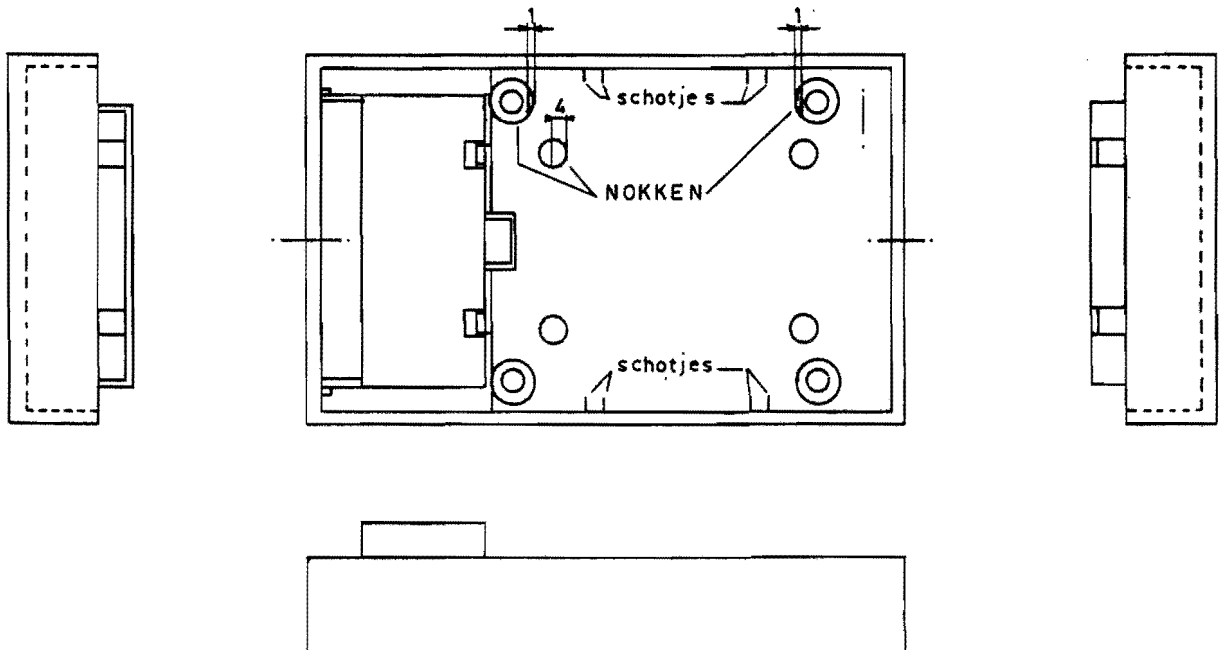
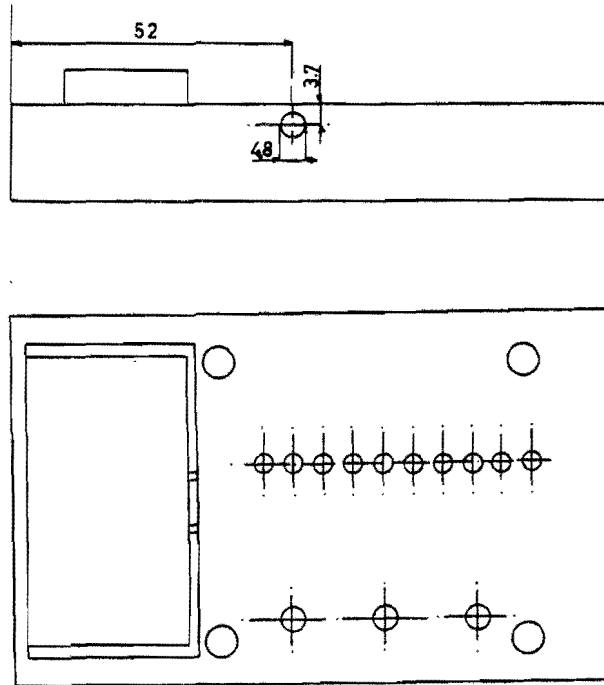
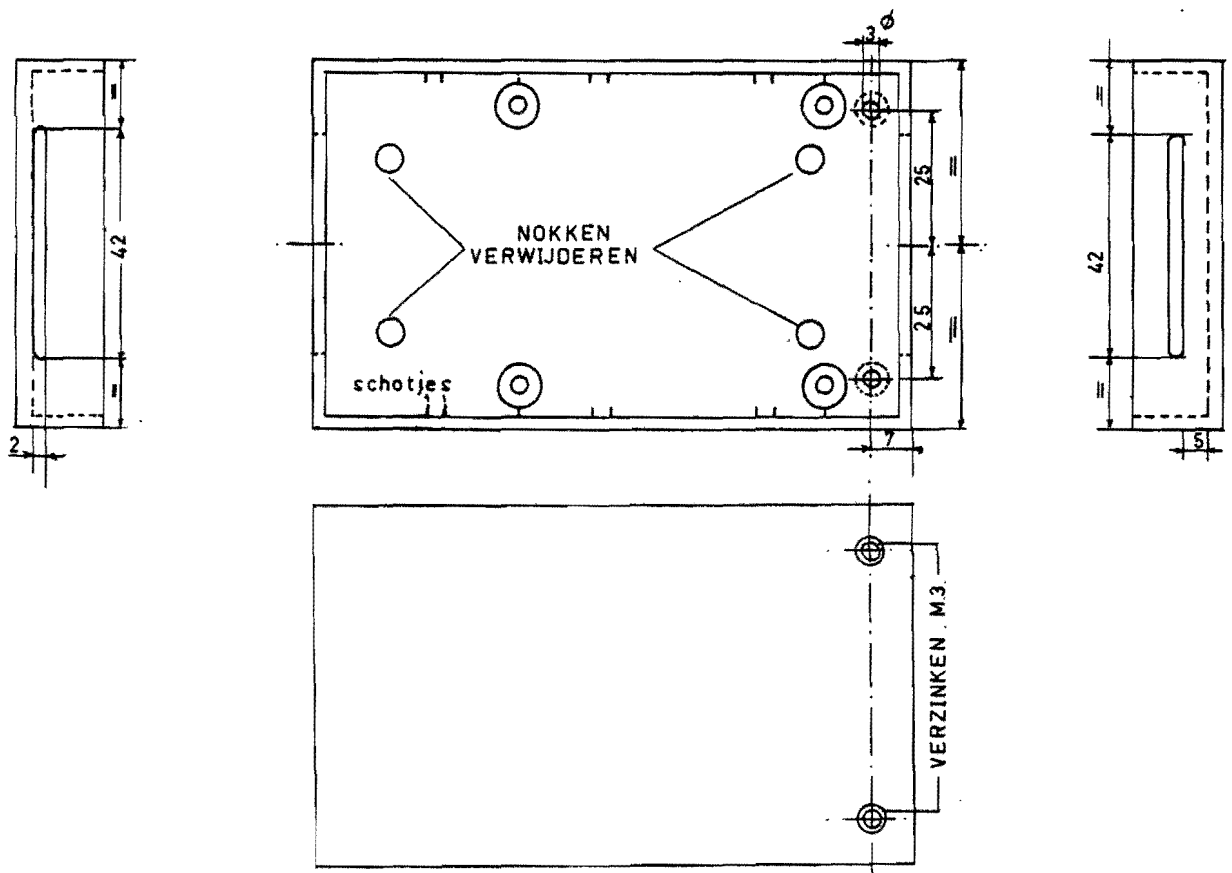

Fig. 2a Wijzigingen aangebracht in de bovenste helft van de behuizing (de helft met het batterijvak).
Fig. 2b Boorplan bovenste helft van de behuizing (de helft met batterijvak).
Fig. 3 Wijzigingen aangebracht in de onderste helft van de behuizing (de helft zonder batterijvak).
Ten eerste dienen de wijzigingen, zoals aangegeven in fig. 2a te worden aangebracht.
Ten derde moeten de wijzigingen, zoals aangegeven in Fig. 2b en fig. 3 worden aangebracht.
Het betreft dus de volgende wijzigingen in de bovenste helft van de behuizing (met batterijvak, zie fig. 2a en 2b) en in de onderste helft van de behuizing (zonder batterijvak, zie fig.3).
- bij fig. 2a: de aangegeven nokken aanpassen.
- bij fig. 2b: de gaten volgens de tekening kunnen het beste geboord worden wanneer de bijgeleverde boormal in de behuizing is gemonteerd. Zie bijlage 10.
- bij fig. 3 : twee sleuven frezen, de vier nokken en de schotjes verwijderen. Twee gaten boren en verzinken.